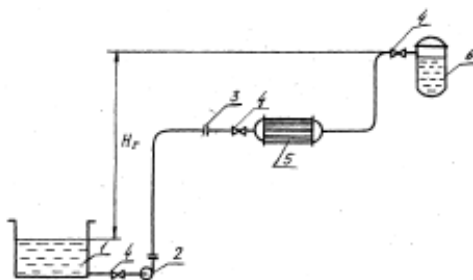

Рис. 2. Схема установки
1. Центробежный насос перекачивает жидкость с температурой  $20^{\circ}\text{C}$  из расходного бака в реактор, работающего под избыточным давлением (рис. 2). Трубопровод выполнен из стальных труб с незначительной коррозией (средняя шероховатость стенок труб –  $e = 0,2$  мм). На трубопроводе установлены 3 нормальных вентиля, диафрагма с отверстием диаметром  $D_0=50$  мм и 3 отвода под углом  $90^{\circ}\text{C}$  и радиусом изгиба трубы  $R_0 = 300$  мм (общая длина трубопровода –  $L$ , м). Перед подачей в реактор жидкость подогревается в кожухотрубчатом теплообменнике (число труб на один ход –  $n$ , число ходов –  $z$ , длина труб –  $l$ , изготовленном из стальных труб диаметром ( $d$ )  $25 \times 2$  мм (изменением физических параметров нагретой жидкости при расчете сопротивления трубопровода можно пренебречь). Геометрическая высота подъема ( $H_T$ , м). Рассчитать и подобрать по каталогу центробежный насос для перекачивания жидкости. Исходные данные приведены в таблице 3.